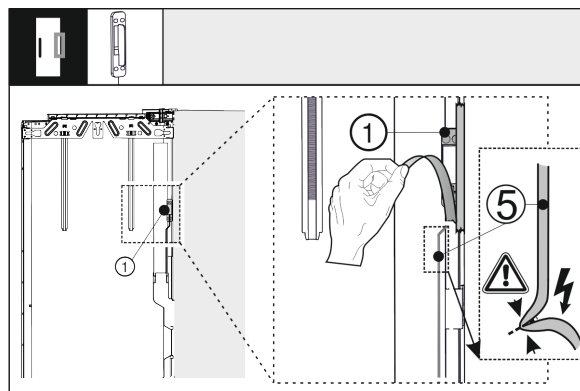

Fig. 40
- ▶ Staccare il sensore di battito in testa Fig. 40 (1) dalla porta esterna. Non danneggiare il cavo di collegamento Fig. 40 (5).